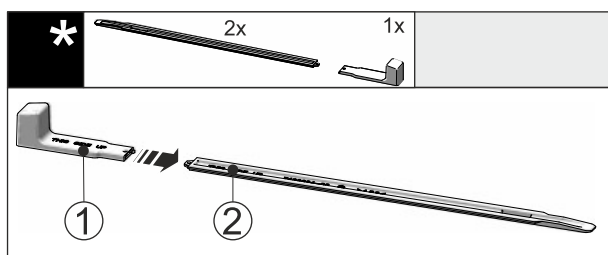

Fig. 43
▶ Вставьте монтажную ручку Fig. 43 (1) в выравнивающую рейку Fig. 43 (2).